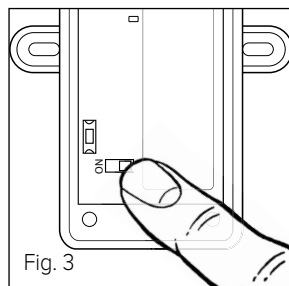

Fig. 3
- Régler le minirupteur sur la carte de la sonde extérieure sur la position ON (fig. 3).